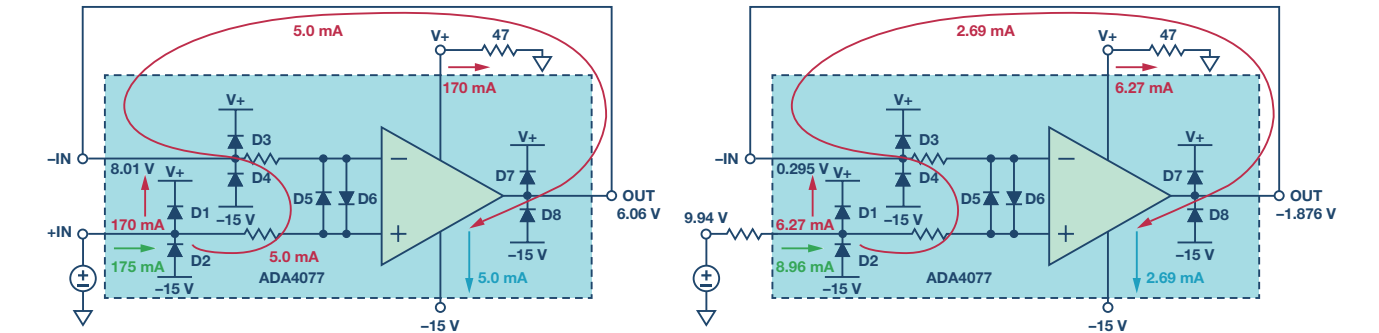

图7. V+未上电时ADA4077的电流路径 (10 V输入和47 Ω电源负载)
在该测试中, 一个47 Ω电阻连接在输出与GND之间, 或连接在未上电的电源引脚与GND之间。图7显示了ADA4077的测试结果。三种可能情况会带来风险 (假定V+未上电) :
- ▶ 情况2: 当输入为10 V且V+负载为47 Ω时, 170 mA电流会流入ADA4077-2, 并从V+引脚流出到47 Ω电源负载。170 mA电流会烧毁内部二极管, 损坏芯片。在+IN端增加一个1 kΩ电阻, 可使输入电流降至8.9 mA。图7显示了电流流动路径。